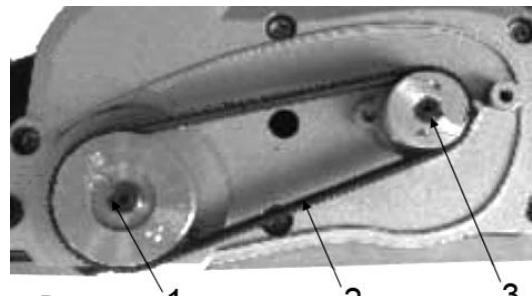

Рис. 8
- Произведите установку нового приводного ремня (2)(См. Рис.8). Для облегчения установки ремня, сначала установите ремень на ведущий (3) шкив, а затем на ведомый шкив (1)(См. Рис.8).
- После установки нового приводного ремня проверьте правильность и надежность установки ремня, провернув ведущий шкив (3)(См. Рис.8) на несколько оборотов.